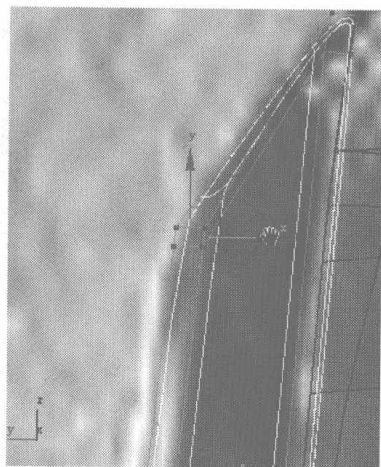
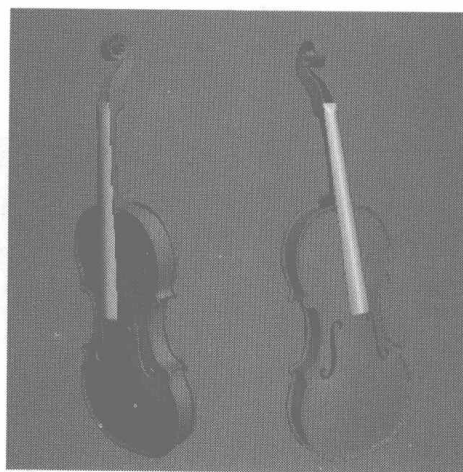

图 5.315
图 5.316
- 15** 调整模型上的点到如图 5.315 所示的位置。至此, 琴头制作完成, 效果如图 5.316 所示。